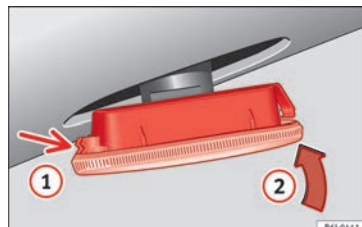

Fig. 193 Indicatore di direzioni laterale.
- Prima collocare l'intermittente nel foro della carrozzeria, incastrando le linguette »» fig. 193, freccia **1**.
- Inserire la lampada come indicato dalla freccia **2** »» fig. 193.